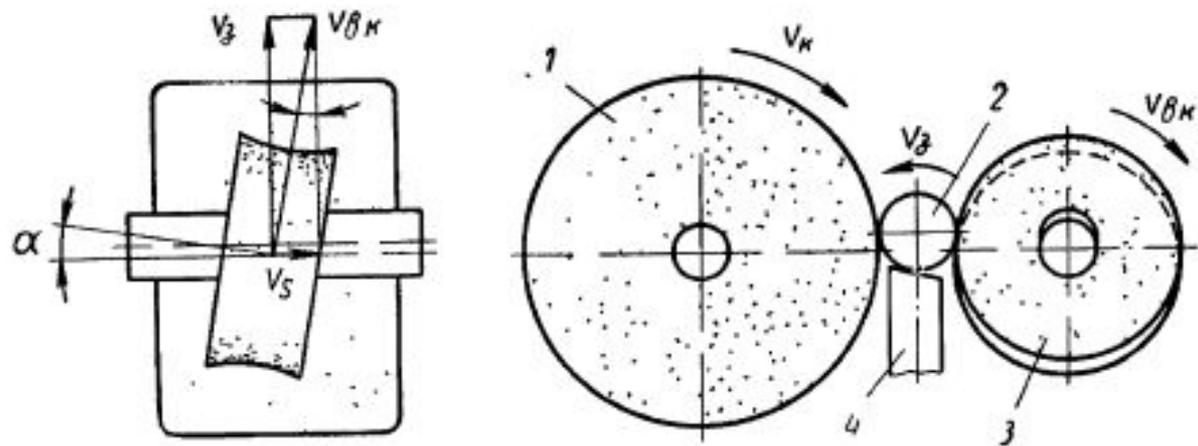

Рис. 124. Бесцентровое шлифование
**Основные узлы станка (рис. 124).** А — станина; Б — бабка шлифующего круга; В — приспособление для правки шлифующего круга; Г — опорный нож; Д — приспособление для правки ведущего круга; Е — бабка ведущего круга; Ж — салазки бабки ведущего круга.